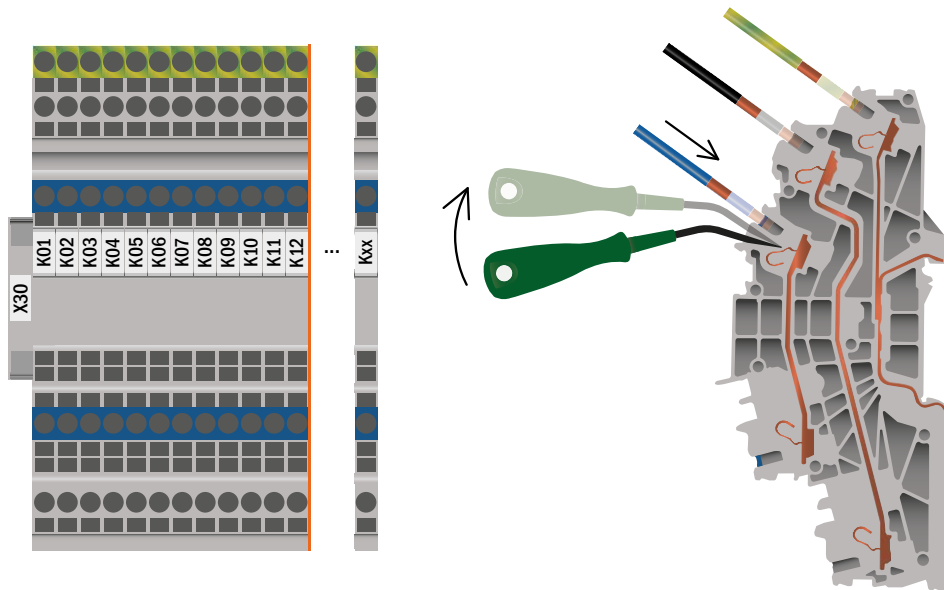

Рис. 16. Электрическое соединение – клемма X30
На рис. 16 показана клеммная колодка X30, к которой можно подключать линии потребителей (светильники). Соблюдайте полярность и используйте совместимые с сетью кабели. Обеспечьте соблюдение стандартов MLAR, EItBauVo, а также DIN VDE 0100.
Проверьте напряжение на всех клеммах для подключения линий (7) (также см. главу 7.1.12, рис. 16). При постоянном освещении измеренное напряжение во всех линиях и на всех соединениях должно быть равно напряжению электрической сети.